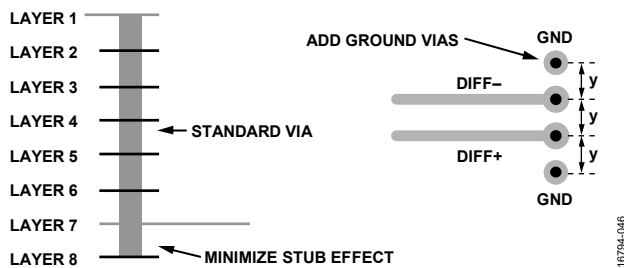

図 94. スタブ効果を最小限に抑え、差動ストリップライン・パターンにグラウンド・ビアを追加
- 標準ビアを使う場合は、ビアの最大長を使ってスタブ・サイズを小さくします。例えば、8層ボードの場合は7層目をストリップライン・ペア用に使います（図 94 参照）。
- 各ビア・ペアには、インピーダンスの不連続性を最小限に抑えるために、その隣にグラウンド・ビアのペアを配置します（図 94 参照）。